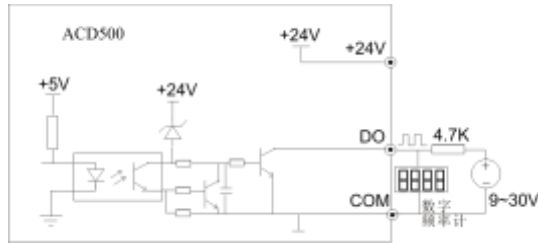

图3-20 输出端子DO连接方式2
- ④ 数字脉冲频率输出D0也可使用外部电源，9~30V，接线方式请参见图3-20。